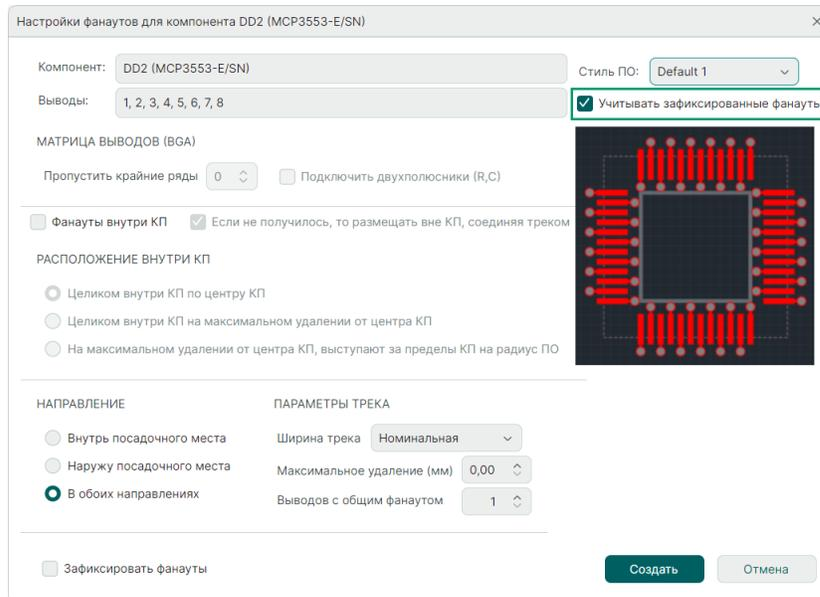

Рис. 303 Учет зафиксированных существующих фанавтов
- Учет зафиксированных существующих фанатов при построении новых, с помощью установки флага в чек-боксе «Учитывать зафиксированные фанаты», см. Рис. 303.